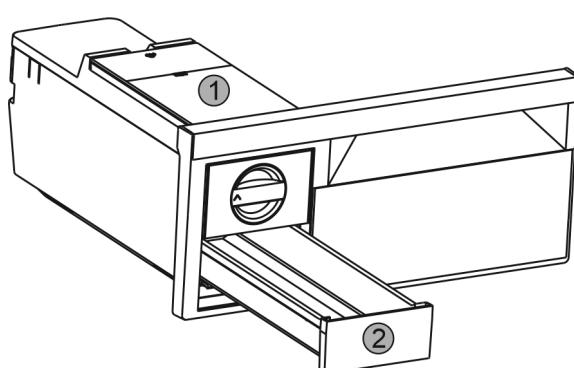

Fig. 39
- Зняти бак для води Fig. 39 (1) та висувний ящик для виробництва кубиків льоду Fig. 39 (2).